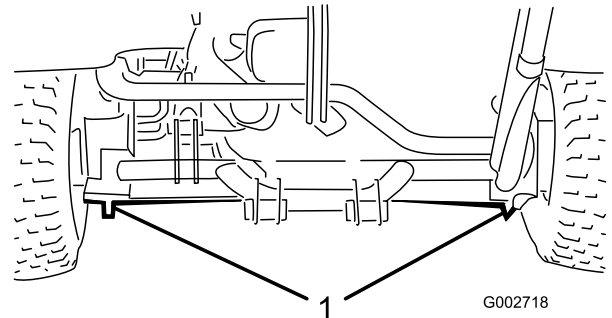

Рисунок 21
- На левой или правой стороне - под задним колесным гидромотором или под рамой (Рисунок 21).